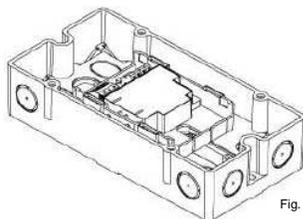

Fig. 4.3.2
- Instalação fora de um gabinete de comutação ou de uma unidade de controle: use caixa FDCH221 (Fig. 4.3.2).
3. Use dois parafusos (M4) para encaixar a caixa numa superfície plana (Fig. 4.3.2). Distância entre furos:  $182,0 \pm 1,0$  mm.
2. Fixe o módulo com dois parafusos na carcaça (Fig. 4.3.2).